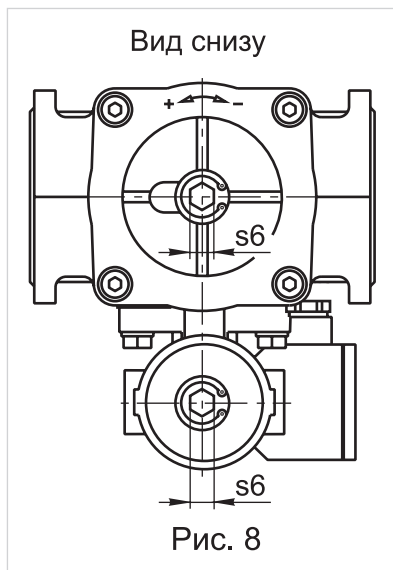

Рис. 8
- 10 - 60 % расхода - напряжение подано на катушку «В». Необходимый расход газа через байпас устанавливается ручным регулятором в нижней части корпуса байпаса. Поворачивая винт в сторону знака «-» можно уменьшить количество проходящего через клапан газа от 60 % до 10 % и наоборот (рис. 8).
- 40 - 100 % расхода - напряжение подано на катушку «А». Необходимый расход газа устанавливается ручным регулятором в нижней части корпуса основного клапана. Поворачивая винт в сторону знака «-» можно уменьшить количество проходящего через клапан газа от 100 % до 40 % и наоборот (рис. 8).
- 10 - 40 % расхода - напряжение подано на катушку «В». Необходимый расход газа через байпас устанавливается ручным регулятором в нижней части корпуса байпаса. Поворачивая винт в сторону знака «-» можно уменьшить количество проходящего через клапан газа от 40 % до 10 % и наоборот (рис. 8).